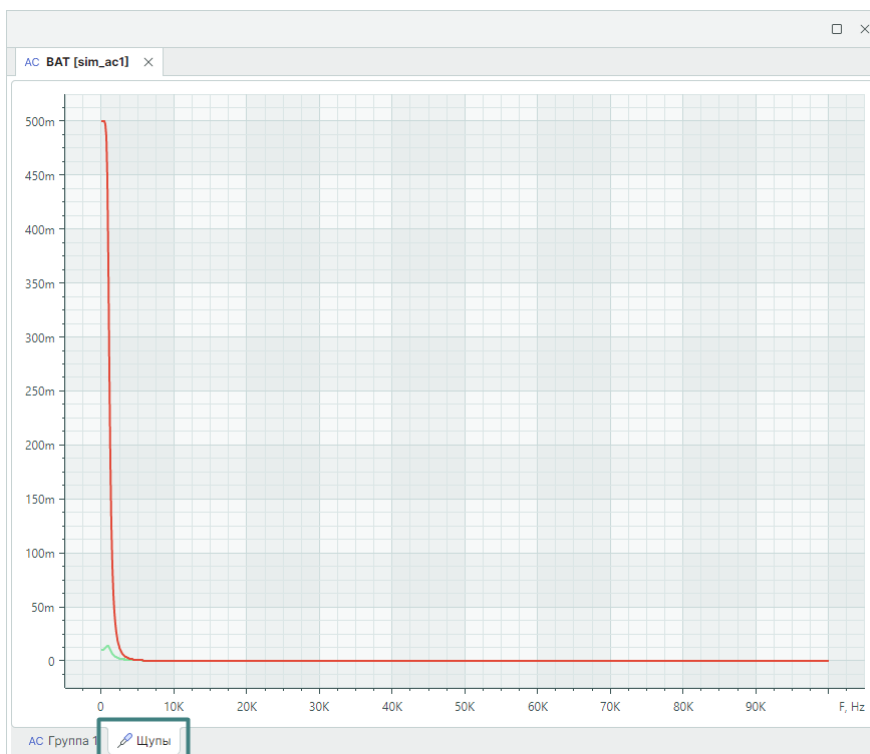

Рис. 233 Отображение графиков результатов моделирования на вкладке «Щуп»
3. На вкладке «Щупы» отображены графики результатов моделирования $I(L1)$ и $V(NET0002)$, см. Рис. 233.